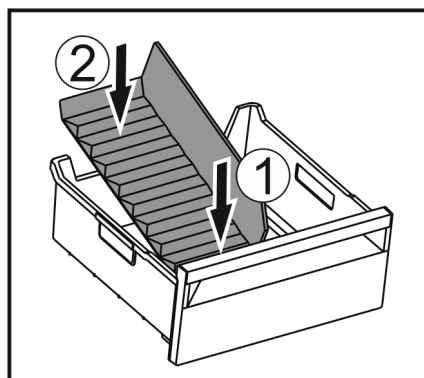

Fig. 250
- ▶ Установите переднюю часть разделителя отделения для льда. Fig. 250 (1)
- ▶ Опустите заднюю часть разделителя отделения для льда на дно выдвижного ящика. Fig. 250 (2)